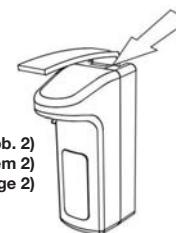

Abb. 2)
- Spender öffnen, dazu auf den Druckknopf oben unter dem Bedienhebel drücken (Abb. 2) und Deckel nach vorne klappen